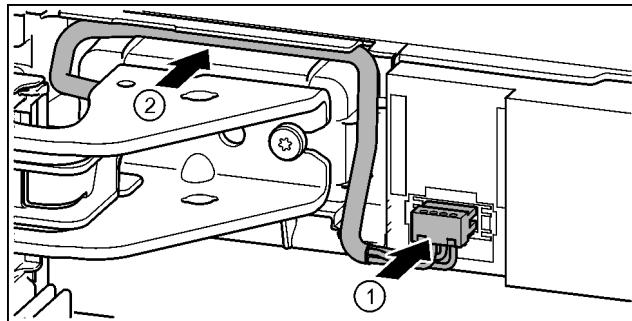

Fig. 37
- ▶ Зафіксуйте штекер над верхнім опорним кронштейном та обережно покладіть жили кабелю в канал. Fig. 37 (1)
- ▶ Обережно розташуйте сірий кабель в направляючій над верхнім опорним кронштейном. Fig. 37 (2)